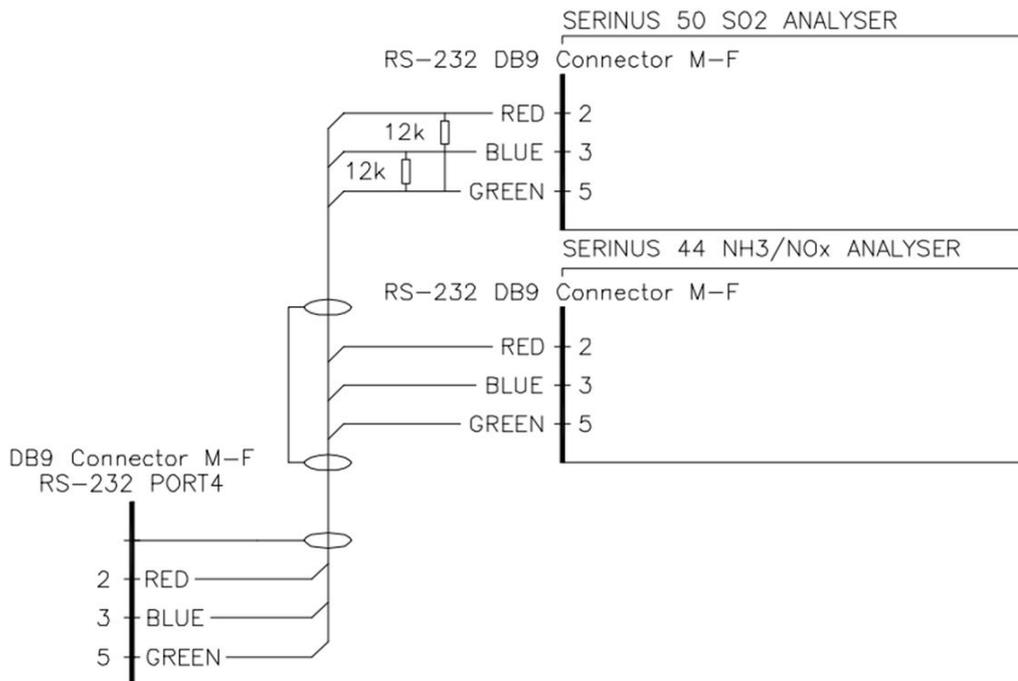

Figure 13 – Exemple de câble RS232 multipoint
- Une résistance terminale de 12 kohm doit être placée sur le dernier connecteur du câble (connexion de la broche 2 à la broche 5 et de la broche 3 à la broche 5 – voir la Figure 13).